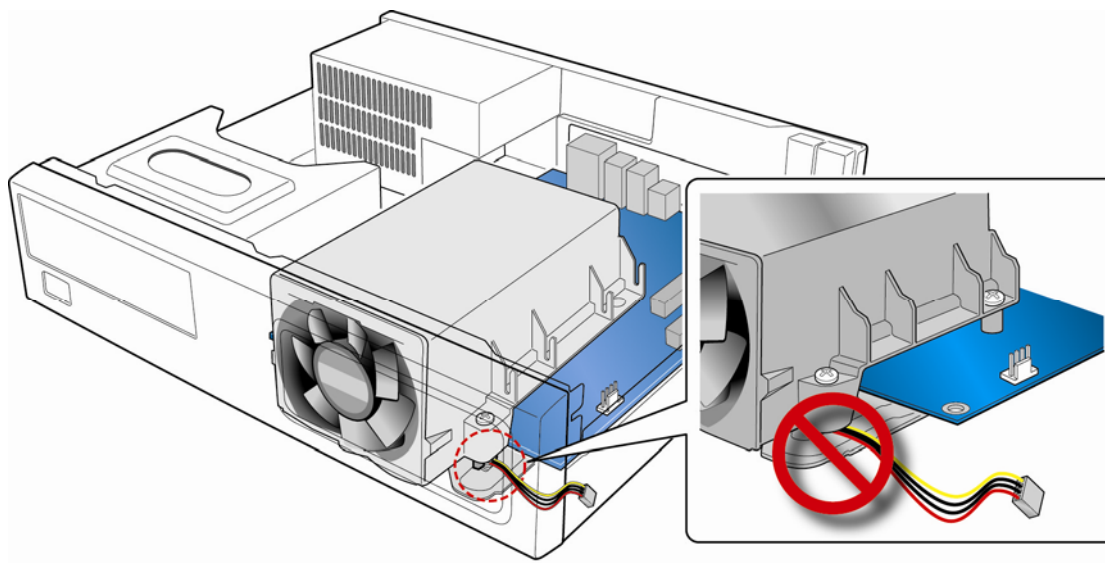

图 13. 小心散热模块风扇电缆的布线
3. 注意切勿将散热模块风扇电缆压在散热模块与台式机主板或 SRM 之间（参见图 13）。